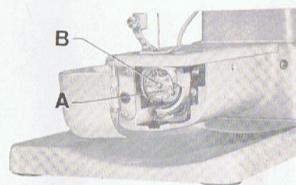

Abb. 9
7. Spulenkapselfeder-Einsetzen (Abb. 9)